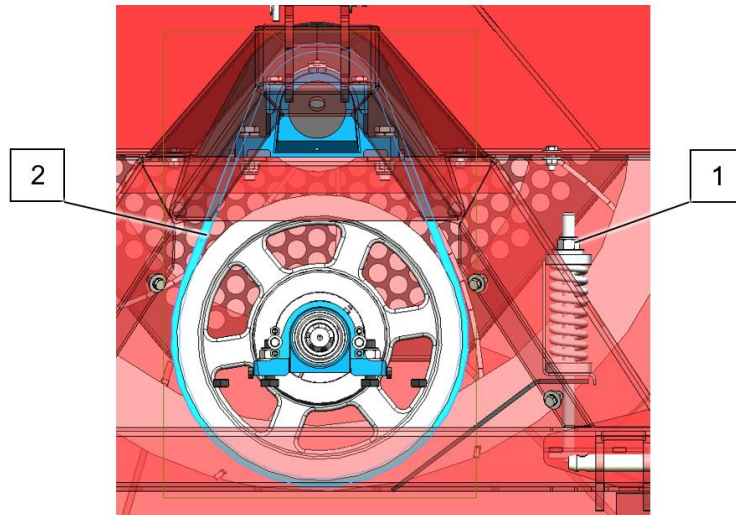

Abb. 8
Daher sollten die Keilriemen nach dem ersten Betriebstag wie folgt neu eingestellt werden (Abb. 8):
Die richtige Spannung ist erreicht, wenn Sie die Riemen etwa 8 mm (0,32") (2) auf halber Strecke zwischen den beiden Riemenscheiben eindrücken können (siehe oben Abb. 8). Achten Sie darauf, dass die Keilriemen sauber und trocken bleiben.
Es ist ratsam, die Keilriemenspannung etwas zu verringern, wenn die Maschine über einen längeren Zeitraum nicht benutzt wird. Lösen Sie dazu die Einstellschraube (1) um einige Umdrehungen (siehe oben Abb. 8).